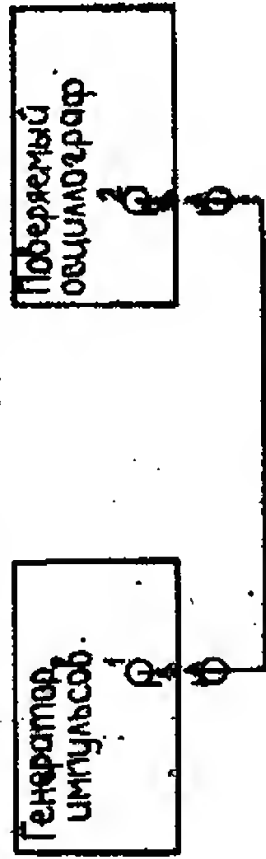

Рис. 17. 3
14.3.3.1. а) Ширину линии луча в вертикальном направлении определяют методом косвенного измерения при помощи генератора импульсов Г5-75 (рис. 17).